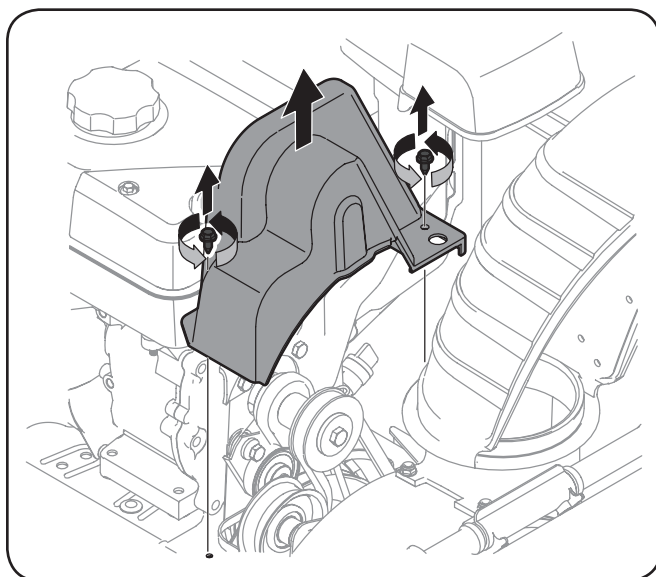

Figure 7-1
2. Enlevez le couvercle de courroie en plastique à l'avant du moteur en retirant les deux vis autotaraudeuses. Voir Figure 7-1.